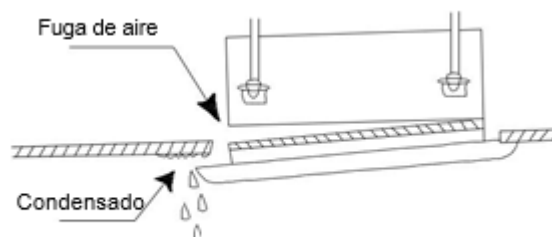

Fig. 32
- (2) Si no se atornillan bien los tornillos puede provocar los problemas que se muestran en la Fig. 32.